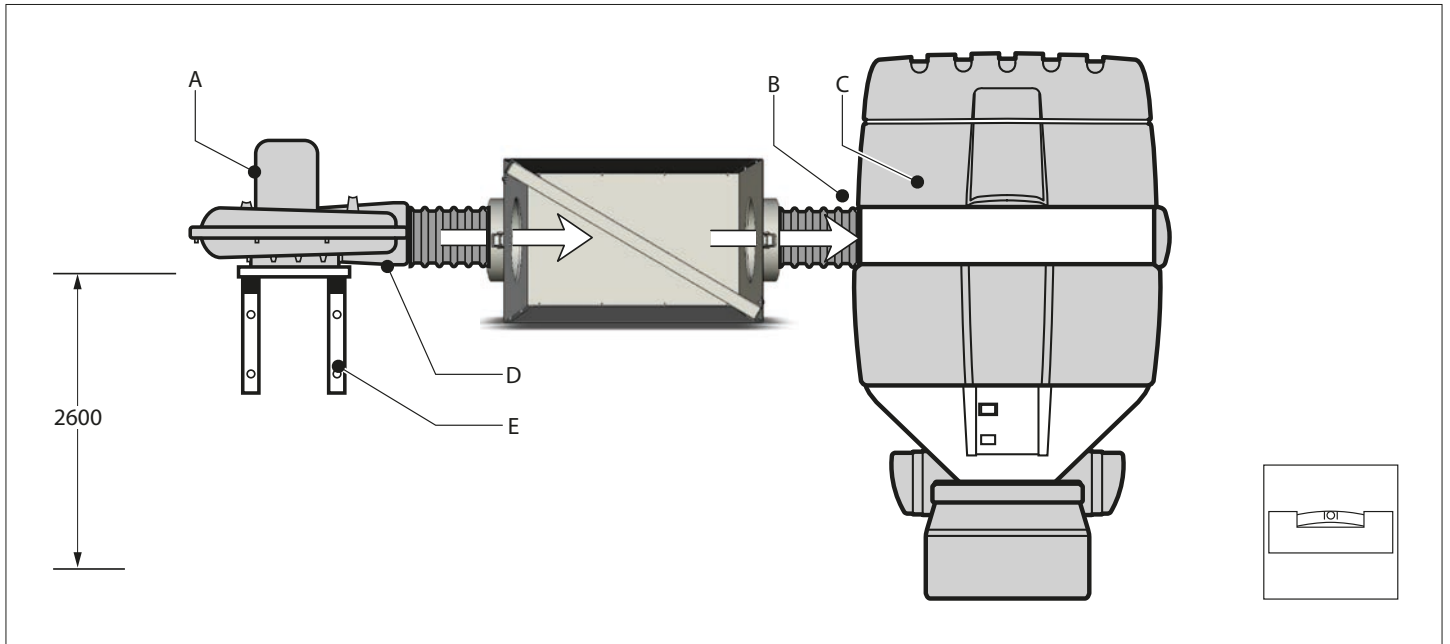
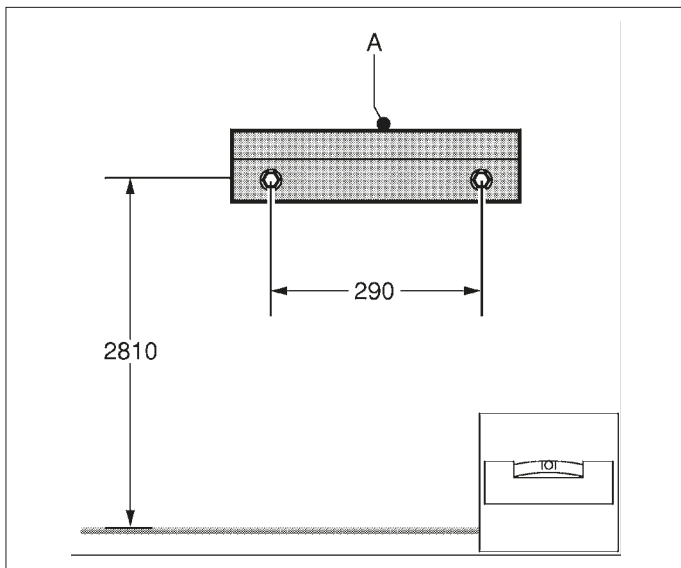

Fig. 4.1
Fig. 4.2
Montieren Sie das SFS (Fig. 4.1 C) so, dass die Einblasöffnung (Fig. 4.1 B) waagrecht mit der Ausblasöffnung (Fig. 4.1 D) des Absaugventilators fluchtet. In der Standardaufstellung steht das SFS rechts vom Absaugventilator (Fig. 4.1 A). Siehe Fig. 4.2 für die empfohlene Höhe der Wandkonsole. Hinweise zur Montage der Wandkonsolen (NMB oder TNB) (Fig. 4.1 E) und des Absaugventilators entnehmen Sie bitte den betreffenden Anleitungen.
Kontrollieren Sie -vor der Montage der Wandkonsole (Fig. 4.2 A)-, ob die Tragkraft der Wand ausreicht. Das Nettogewicht des SFS beträgt ca. 85 kg. Achten Sie beim Bohren auf möglicherweise vorhandene Gas-, Wasser- und Elektrizitätsleitungen. Stellen Sie das SFS nicht an einer Stelle auf, an der es Schwingungen oder Wärmestrahlung von Wärmequellen ausgesetzt ist. Beachten Sie die oben aufgeführten Umgebungsbedingungen.
- Montieren Sie die Wandkonsole (Fig. 4.2 A). Siehe Fig. 4.2 für die empfohlene Höhe und die Bohrmaße. Die aufgeführte empfohlene Höhe gilt, wenn der Absaugarm in 2.600 mm montiert wird und das SFS waagrecht mit der Ausblasöffnung des Absaugventilators fluchtet. Sorgen Sie für ausreichenden Platz über dem Filter (mindestens 700 mm), da beim Auswechseln des Filters die Filterhaube abgebaut werden muss.